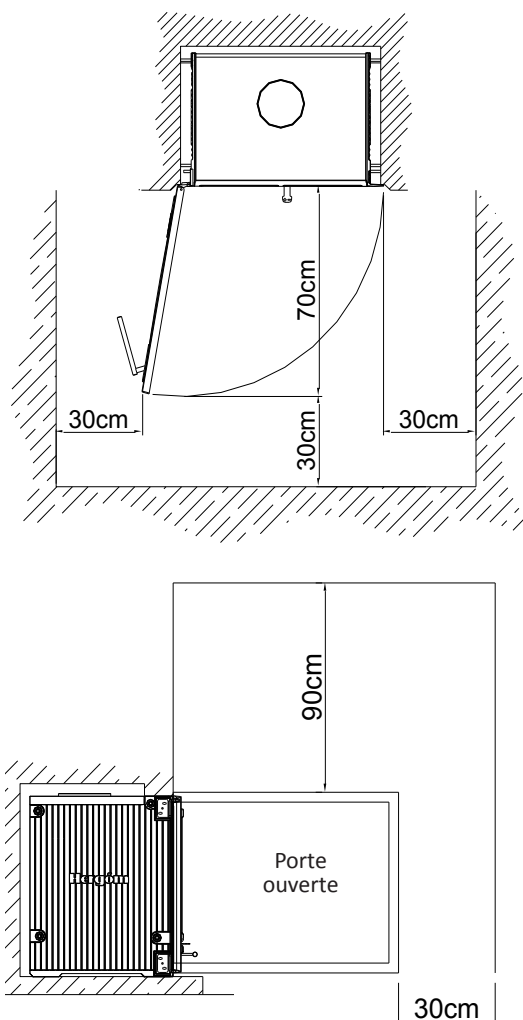

FIG. 9
- Maintenez éloignés tous les matériaux combustibles (meubles, rideaux, vêtements, etc.) à une distance minimum de sécurité de de 0,90m. (Fig. 9)